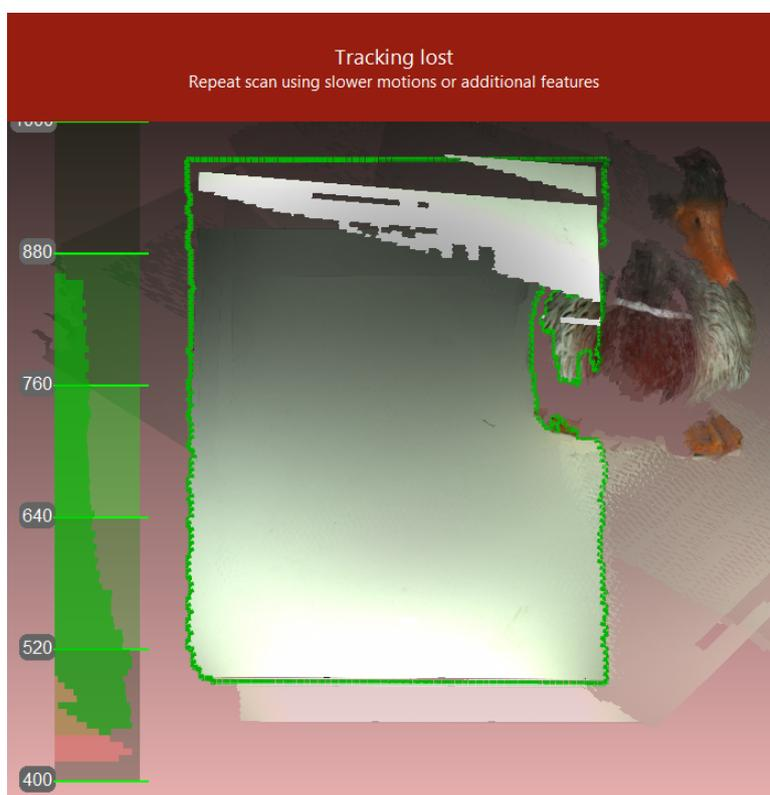

Abbildung 32: Warnhinweis: Tracking verloren.
- Artec Studio wechselt meist sofort vom Anzeige-Modus *Tracking verloren* (siehe Abb. 32) zu *Position suchen*, die auf grünem Hintergrund erscheint.